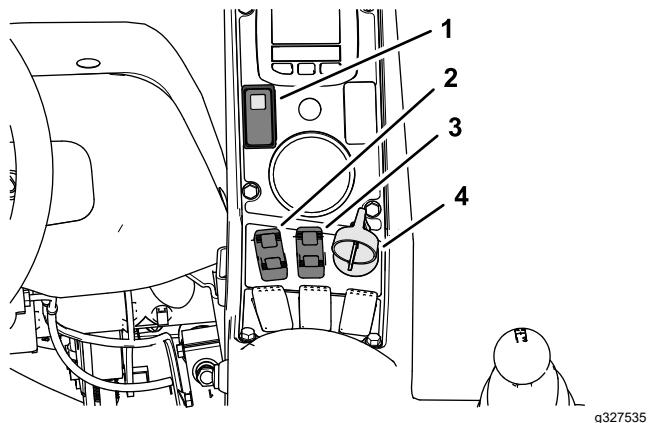
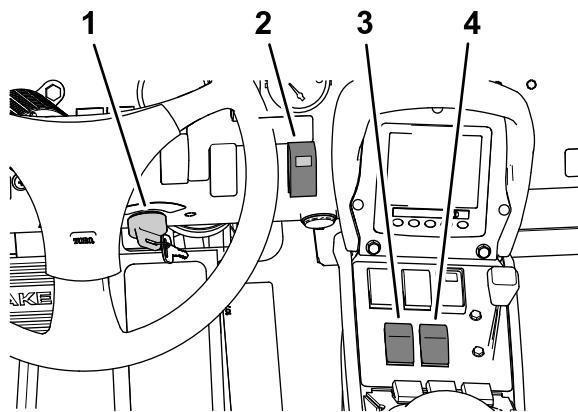
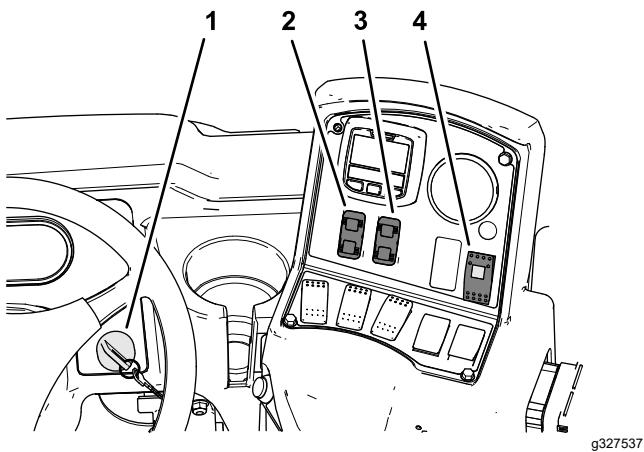

图 44
图 45
图 46
1. 将超声波喷洒臂开关图 44、图 45 或图 46按压至关闭位置。
2. 使用左、右喷洒臂升降控制开关更改外部喷洒臂的高度图 44、图 45 或图 46。
注意 超声波喷洒臂指示灯图 44、图 45 或 图 46可按照如下方式照亮超声波喷洒臂开关表明超声波喷洒臂系统的状态
1. 将超声波喷洒臂开关图 44、图 45 或图 46按至打开位置。
2. 使用喷洒臂升降控制开关图 44、图 45 或图 46将喷洒臂降至距地面的期望距离。
注意 您可以使用喷洒臂升降控制开关图 44、图 45 或图 46升起或降下一个或两个喷洒臂临时超控喷洒臂的自动运行。
4. 要想恢复自动模式下的运行可以随时将喷洒臂升降控制开关按压至降下位置图 44、图 45 或图 46以便